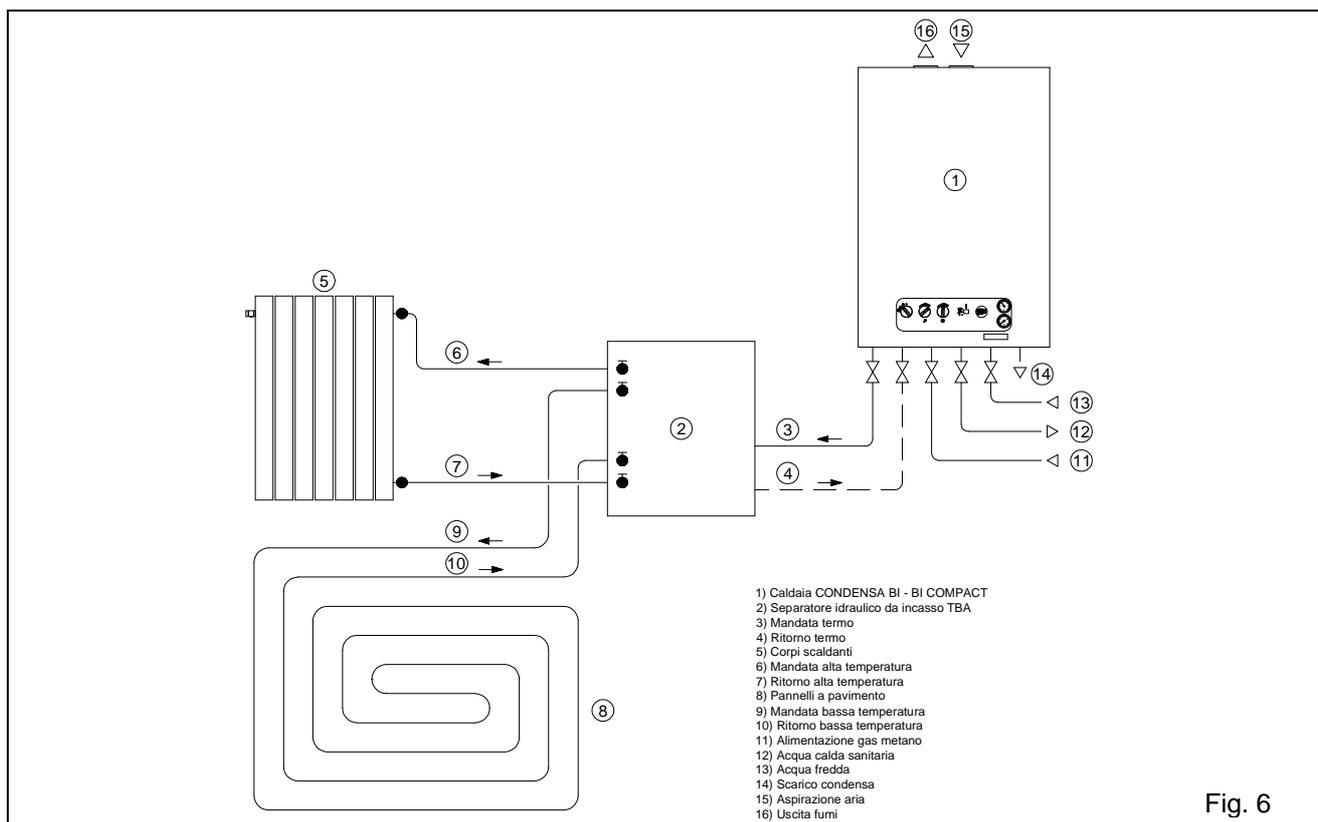

Fig. 6
- **Dip-switch:** nella scheda (vedere fig. 6) sono presenti 6 dip-switch il cui spostamento permette diverse opzioni di funzionamento che vengono sotto riportate:
**Termostato Ambiente On/Off:** effettuare il collegamento ai morsetti TA\_A e/o TA\_B della scheda (fig.6) verificando che non vi sia tensione ai capi dei fili provenienti dall'impianto (contatto pulito). Altre informazioni sul funzionamento del sistema alta/bassa temperatura sono inserite al capitolo 2.8
**Sonda Esterna:** è collegabile direttamente all'impianto elettrico della caldaia (morsetti fig. 6) e consente di adeguare automaticamente la temperatura massima di mandata all'impianto, al variare della temperatura esterna. Quando la si collega deve anche essere variata la posizione del Dip-Switch num. 3. Dalla posizione OFF lo si porta alla posizione ON.
La correlazione fra temperatura di mandata TM all'impianto e temperatura esterna TE è determinata dalla posizione del trimmer P7 presente in scheda (vedere fig.6) secondo le curve riportate al paragrafo 1.2. Per maggiore comodità è possibile anche agire sul potenziometro del riscaldamento, in questo modo si ha la possibilità di regolare  $\pm 4^{\circ}\text{C}$  (vedere par. 1.2 per dettaglio funzione boost  $+25^{\circ}\text{C}$ ) la temperatura di mandata mantenendo la pendenza della curva regolata sul trimmer P7.
Il comando remoto con impianti misti come sopra descritto deve essere opportunamente configurato in scheda elettronica. Ciò si attua impostando il “dip-switch num. 4” su ON (ved. Fig. 6), consentendo il controllo della temperatura del sanitario e lo sblocco di caldaia (non più di cinque tentativi, dopo sarà necessario lo sblocco da caldaia) ma perdendo la funzione di cronotermistato che sarà attuata dai termostati di zona. La temperatura di mandata della caldaia nella funzione di riscaldamento è comunque demandata al quadro di caldaia.